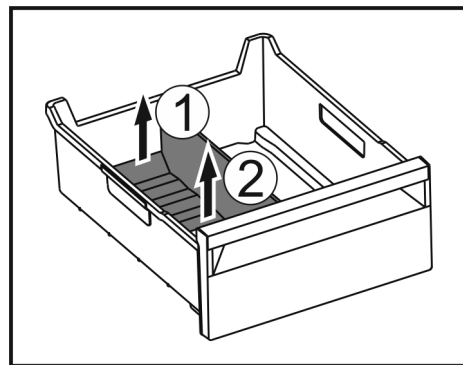

Fig. 186
- ▶ Hinteren Teil des Eisfach-Trenners anheben. Fig. 186 (1)
- ▶ Eisfach-Trenner nach oben entnehmen. Fig. 186 (2)